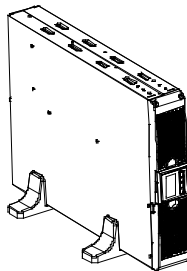

Fig. 2
2. Așezați cu atenție sursa de alimentare neîntreruptibilă în cele două suporturi (Fig. 2).